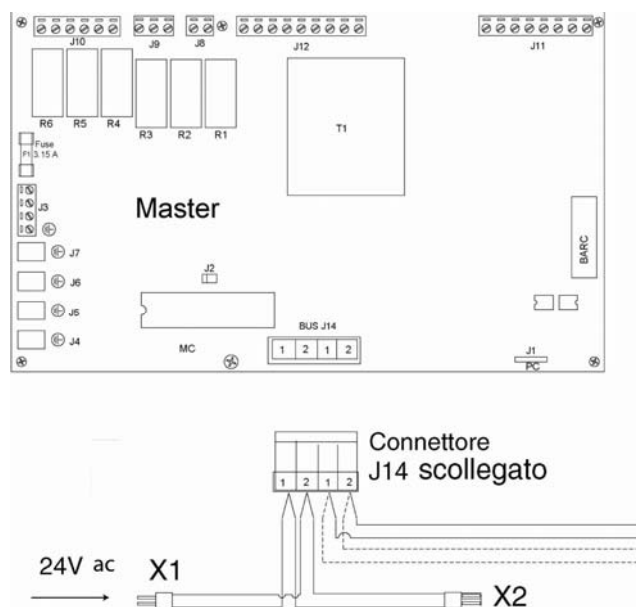

Figura 23
d. Il terminale X1 o il terminale X2 che fanno parte del cablaggio del connettore J14 scollegato nel primo passo di questa procedura, deve essere collegato ad un'alimentazione di 24 V ac (vedi Figura 23).